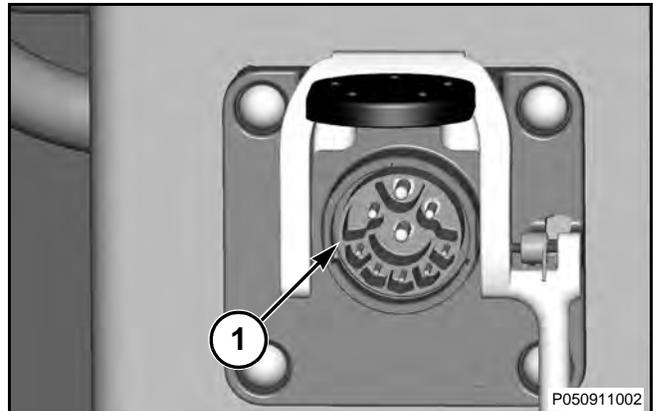

FIG. 155
FIG. 155: Hay un conector ISO 11783 (1) situado en la parte trasera de la máquina. Este conector se usa como interfaz con implementos que usan comunicación electrónica ISO 11783.